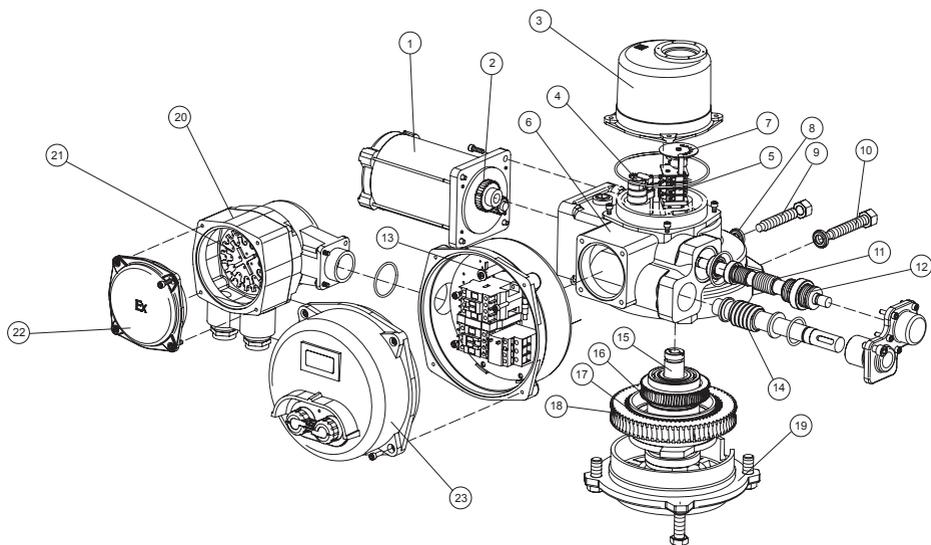
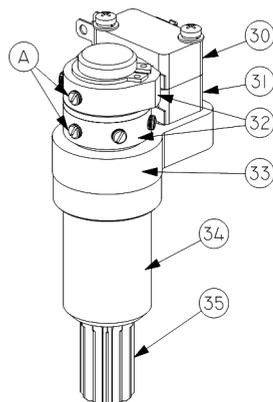
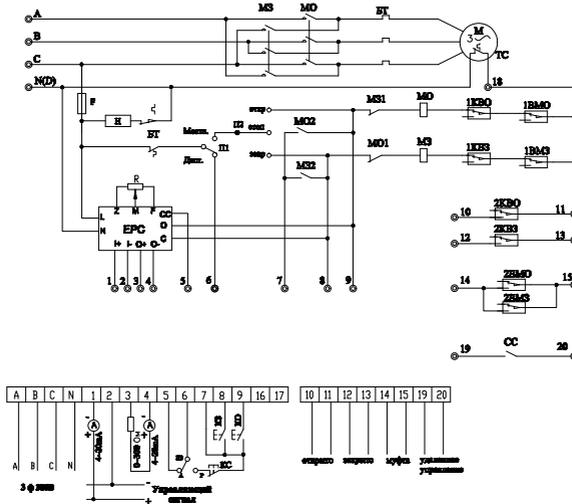

Рис.1 Электропривод ГЗ-ОФВ КСК
Рис.3 Двухсторонняя муфта ограничения крутящего момента
Рис.4 Принципиальная электрическая схема подключения электропривода ГЗ-ОФВ КСК
Электропривод состоит из следующих узлов и деталей (рис. 1): электродвигателя (1), взрывозащищенной клеммной коробки (20-22), силового редуктора, в состав которого входит: червячный редуктор (11,16), червячный редуктор маховика ручного дублера (14, 18) и автоматическая муфта сцепления с планетарной передачей (17), двухсторонней муфты ограничения крутящего момента (моментной муфты) (4), ограничителя хода выходного вала (5), индикатора положения затвора арматуры (7), выходного вала (15), механических упоров открытия и закрытия (9, 10) и корпусных деталей.
При достижении предварительно установленной величины крутящего момента в положении ЗАКРЫТО или ОТКРЫТО, либо в случае аварийного заклинивания штока затвора арматуры в промежуточном положении, выходной вал (15) (рис.1) с червячным колесом (16) останавливается, а червячный вал (11), ввинчиваясь в венец червячного колеса (16), вследствие продолжающегося вращения ротора электродвигателя, начинает перемещаться в осевом направлении, сжимая тарельчатые пружины (12). Величина сжатия тарельчатых пружин определена настроенным крутящим моментом моментной муфты. Поступательное движение червячного вала (11) приводит к вращению вала моментной муфты (34) (рис.3). Кулачки (32), расположенные на валу моментной муфты, нажимают кнопки муфтовых микровыключателей (30, 31), размыкая цепь управления питанием электродвигателя электропривода.
Механические упоры (9,10) (рис. 1) применяются для первоначальной настройки конечных положений затвора арматуры ОТКРЫТО и ЗАКРЫТО при ручном управлении. Они также являются аварийной защитой, в случае отказа конечных и муфтовых микровыключателей, электродвигатель отключится блоком тепловой защиты БТ (рис. 4).
### 3. ЭЛЕКТРИЧЕСКАЯ СХЕМА УПРАВЛЕНИЯ (рис.4)
Для управления электроприводом ГЗ-ОФВ КСК применяется электрическая схема, приведенная на рис.4. При достижении затвором арматуры конечных положений ОТКРЫТО или ЗАКРЫТО, срабатывают концевые микровыключатели 1KV0 или 1KV3, отключая питание электродвигателя. При превышении установленного крутящего момента при открытии или закрытии затвора арматуры, срабатывают муфтовые микровыключатели 1VM0 и 1VM3, отключая питание электродвигателя. Муфтовые микровыключатели 1VM0 и 1VM3 после срабатывания возвращаются в первоначальное положение при вращении вала в обратную сторону.